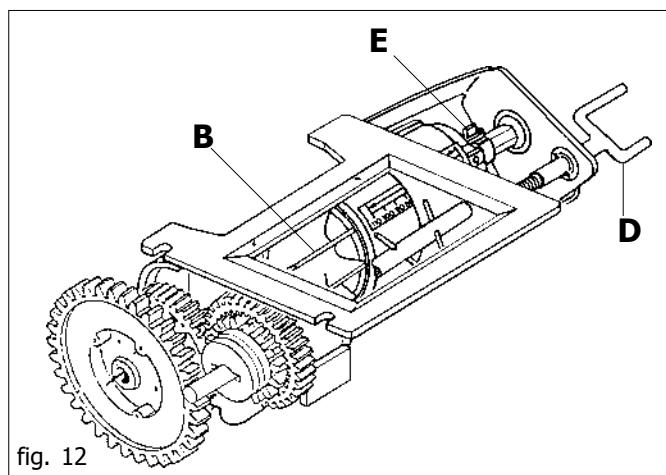
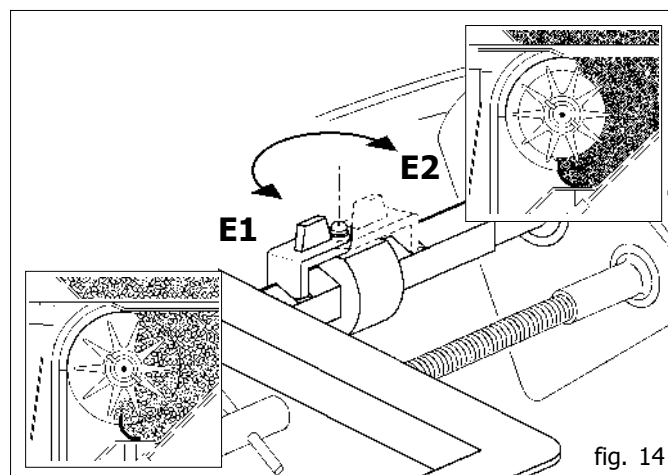
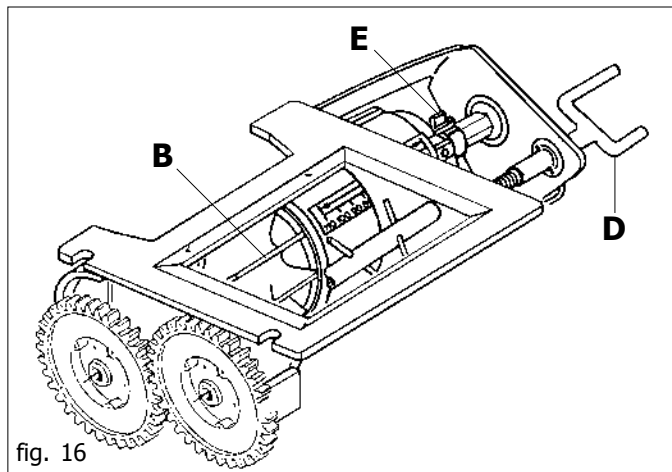

fig. 12
fig. 14
fig. 16
Il dosatore (fig. 12), organo principale per il funzionamento della seminatrice, è posto sotto il serbatoio delle sementi. Riceve il moto dalla ruota di trasmissione per mezzo d'ingranaggi (con rapporto proporzionale alla larghezza di lavoro) e catene.
La molla di blocco (E Fig. 12) permette di modificare il campo d'apertura della saracinesca e contemporaneamente la portata del rullo dosatore. La posizione "E2" (Fig. 14) consente un'apertura della saracinesca sulla scala graduata da 0 a 110 con la massima capacità di distribuzione del rullo dosatore; viceversa nella posizione "E1" un'apertura della saracinesca da 0 a 25 e con una riduzione della portata del rullo. È importante ricordare che occorre sempre chiudere completamente la saracinesca (allo 0 della scala graduata) per invertire la posizione della molla di blocco (E).
Il dosatore (fig. 16), organo principale per il funzionamento dell'attrezzatura, è posto sotto il serbatoio. Riceve il moto dalla ruota di trasmissione per mezzo d'ingranaggi (con rapporto proporzionale alla larghezza di lavoro) e catene.
La molla di blocco (E Fig. 16) permette di modificare il campo d'apertura della saracinesca e contemporaneamente la portata del rullo dosatore. Per la distribuzione del concime, operare sempre con la massima capacità del rullo dosatore, lavorando quindi con la molla di blocco in posizione "E1" (Fig. 14).